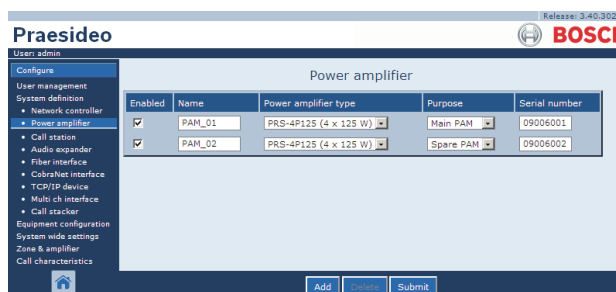

figura 43.8: Cancellazione di un amplificatore di potenza, passaggio 1
- 1 Passare a *Configure > System definition > Power amplifier*. Nella cornice principale dell'interfaccia web, appare una schermata simile a quella in figura 43.8.